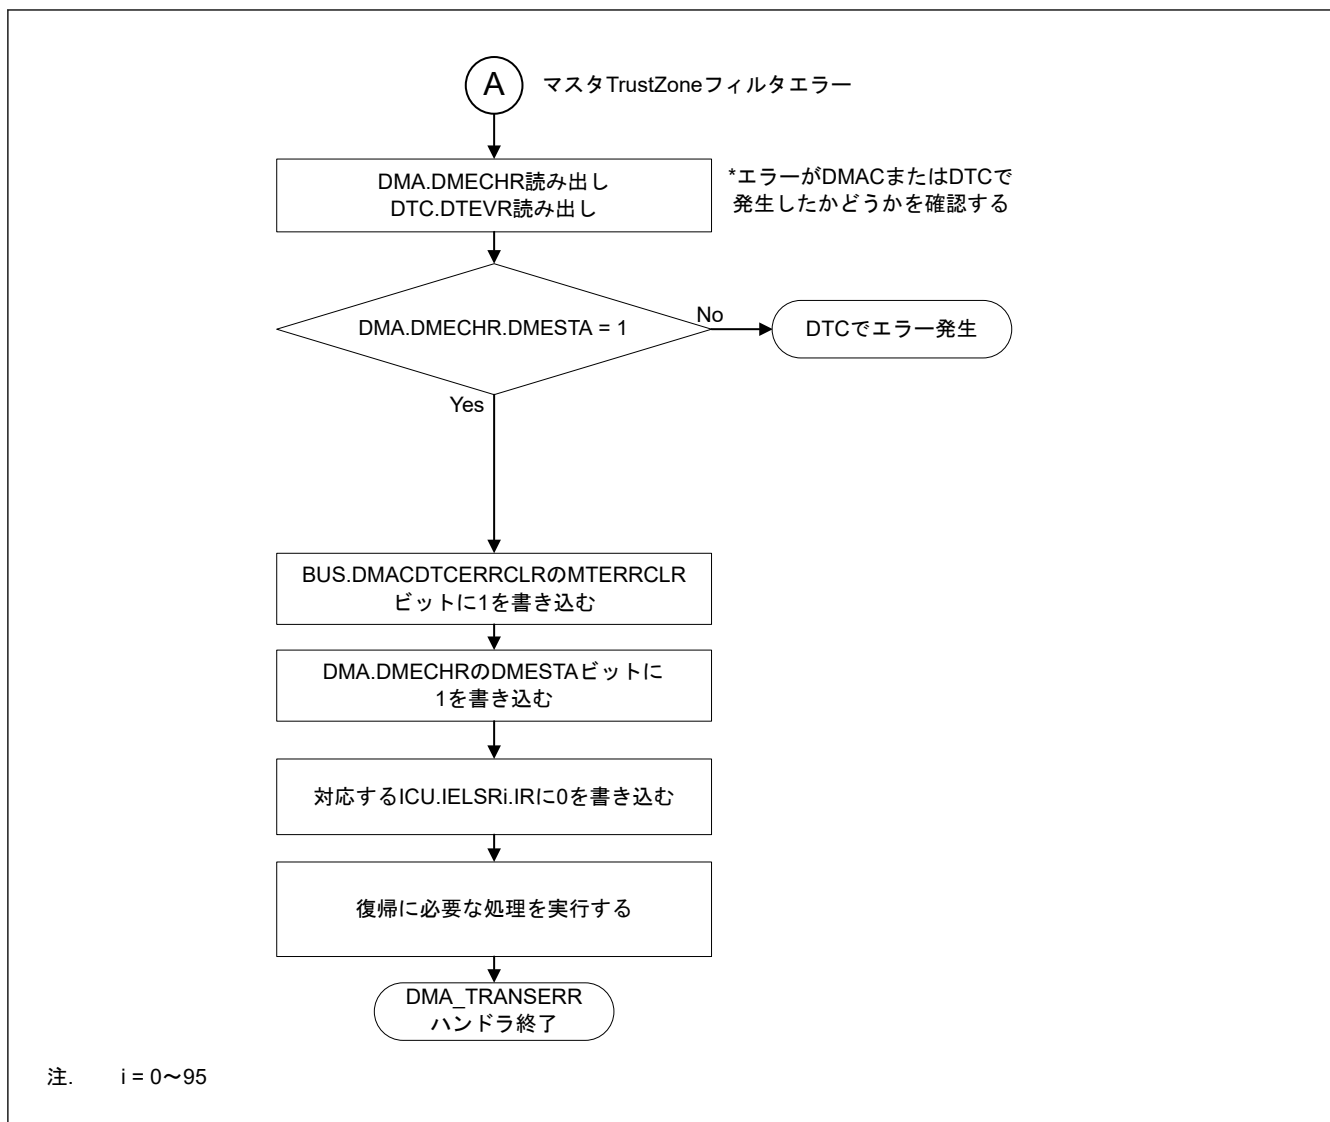

図 15.27 マスタ TrustZone フィルタエラーの DMA_TRANSERR ハンドラにおける処理
- 図 15.27 に DMAC のマスタ TrustZone フィルタエラーが発生したチャンネルを確認するフローを示します。